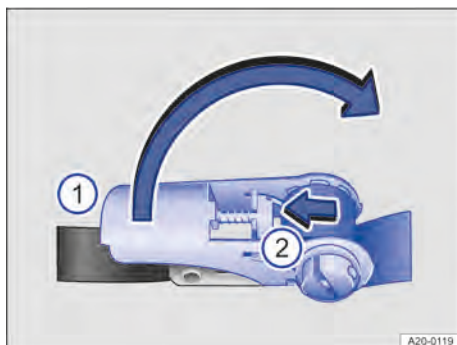
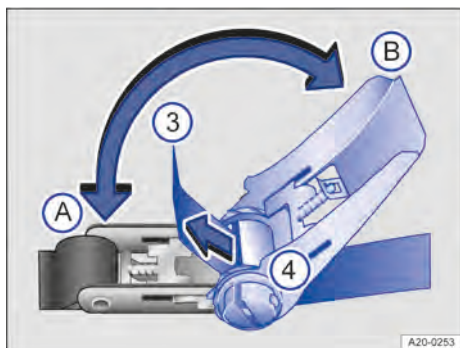

Fig. 142 Soltar e apertar a alavanca no cinto com catraca.
Fig. 143 Soltar e apertar a alavanca no cinto com catraca.
1. Pressionar o cursor → Fig. 142 ② no sentido da seta para fora.
2. Mover a alavanca → Fig. 142 ① para a posição → Fig. 143 ⑥.
3. Puxar o cadarço do cinto de segurança → Fig. 143 ③ por trás pelo eixo com fenda ④ e apertar o cinto.
4. Mover a alavanca → Fig. 142 ① alternadamente entre as posições → Fig. 143 ⑤ e ⑥ para trás e para frente até que o cadarço do cinto tenha se enrolado duas a três vezes ao redor do eixo com fenda → ⚠.
5. Pressionar o cursor → Fig. 142 ② para fora e mover a alavanca → Fig. 142 ① para a posição → Fig. 143 ⑤. A catraca está fechada e travada.
4. Retirar o cinto com catraca → Fig. 143 ③ da catraca.